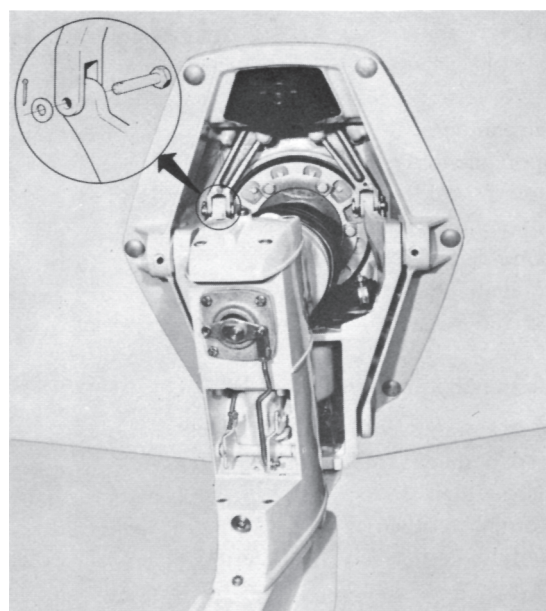

Fig. 56. Anslutning av lyftgaffel till upphängningsgaffel
12. Fäll ner drevet och montera ihop lyftgaffeln och upphängningsgaffeln med saxpinnebultarna. Se fig. 56.
7. Montera ihop lyftgaffeln med upphängningsgaffelns lyftöron. Justera om möjligt lyftgaffelns läge med hjälp av hydraullyften. Låstapparna skall vara monterade så att deras sexkantsskallar är vända mot varandra. Tapparna låses med var sin saxpinne. Se fig. 56.